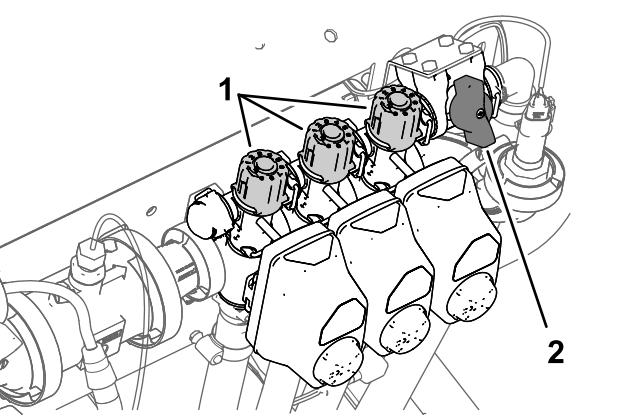

Figura 26
2. Desligue o interruptor da secção esquerda e ajuste o manípulo de distribuição da secção (Figura 26) até que a leitura da taxa se encontre no nível anterior de acordo com a tabela.
4. Ajuste o manípulo de distribuição da secção direita (Figura 26) até que a leitura da taxa se encontre no nível anterior de acordo com a tabela.
6. Ajuste o manípulo de distribuição da secção central (Figura 26) até que a leitura da taxa se encontre no nível anterior de acordo com a tabela.